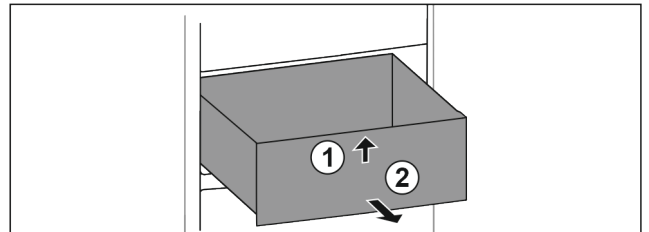

Fig. 66
- ▶ Levante el cajón por delante. Fig. 66 (1)
- ▶ Extraiga el cajón hacia delante. Fig. 66 (2)